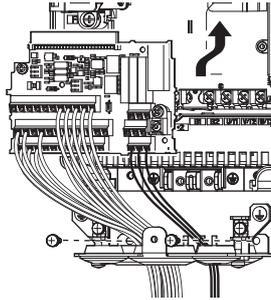

图 87 变频器的更换 (端子排的安装)
1. 完成主回路的接线后，请按照图 87 将拆装式端子排切实插入插口，并用固定螺丝固定。